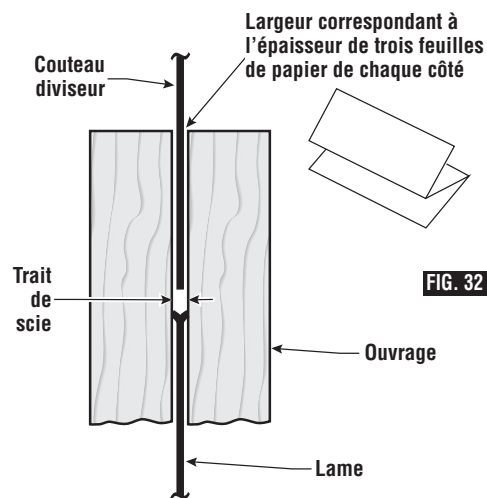
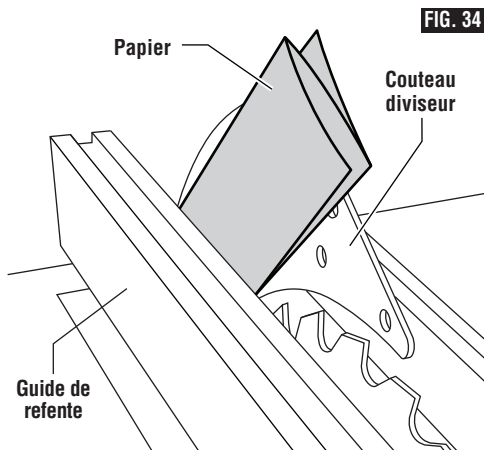

FIG. 32
FIG. 34
IMPORTANT : le coupeau diviseur doit toujours être aligné avec la lame de scie. Le coupeau diviseur est plus mince que la largeur de coupe d'environ cinq épaisseurs de feuilles de papier de chaque côté, en fonction de l'épaisseur du papier utilisé (Fig. 32). **Remarque** : la largeur de coupe correspond à la voie ouverte dans l'ouvrage par les dents de la lame de la scie.
- En utilisant le guide de refente comme guide, contrôlez l'alignement du couteau diviseur sur le plan de la lame de la scie. Étant donné que le couteau diviseur est plus mince, par une épaisseur d'environ trois feuilles de papier de chaque côté, que la largeur du TRAIT DE SCIE de la lame (Fig. 32), vous devrez créer une sorte d'entretoise en papier temporaire. Faites deux plis dans un petit morceau (6 po x 6 po / 15 cm x 15 cm) de papier journal ordinaire pour produire trois épaisseurs. Placez l'entretoise en papier entre le couteau diviseur et le guide de refente (Fig. 34).
- Faites deux plis dans un petit morceau (6 po x 6 po / 15 cm x 15 cm) de papier journal ordinaire pour produire trois couches (Fig. 32). Le papier est utilisé pour servir d'entretoise.